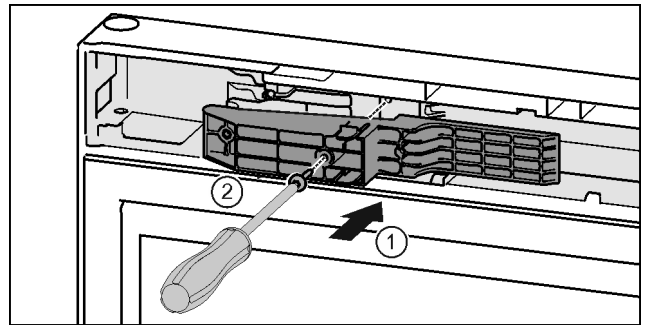

Fig. 48 \*
- ▶ Placer l'adaptateur dans la fente sur le côté de la poignée. Fig. 48 (1)\*
- ▶ Serrer les vis avec un tournevis T15. Fig. 48 (2)\*